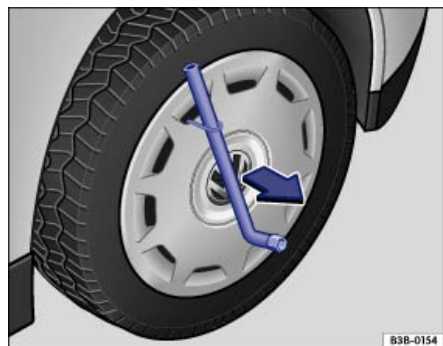

Fig. 268 Desmontar el tapacubos integral.
- Introduzca la llave de rueda por el gancho de alambre ⇒ fig. 268 y tire del tapacubos en el sentido de la flecha.